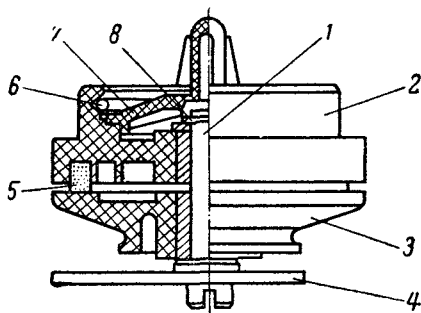

Рис. 81. Приемный узел.
**Приемный узел** (рис. 81) представляет собой ведущий шкив 3 и подкатушник 2, свободно вращающийся на оси 1, жестко укрепленной на рычаге 4. Подкатушник расположен над ведущим шкивом и опирается на него. Для увеличения фрикционного сцепления между ними в нижнюю часть подкатушника вставлено фетровое кольцо 5. Подкатушник закрепляется на оси запорной шайбой 8. В верхнюю часть подкатушника вставлена крышка 7 с направляющей и тремя ребрами для закрепления катушки. Крышка крепится запорным кольцом 6.